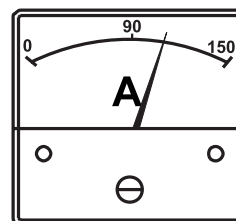

Figure 55. Ampèremètre (charge)
13. Observez l'ampèremètre du générateur (Figure 55) et vérifiez qu'il affiche la quantité de courant prévue par rapport à la charge. L'ampèremètre n'affiche une lecture du courant que si une charge est utilisée.